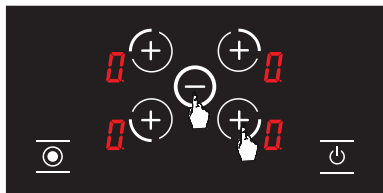

Рисунок 19
1. Одновременно нажмите кнопку выбора передней правой конфорки (0) и кнопку минуса (-) (см. Рис. 19), вы услышите короткий звуковой сигнал. Затем поднимите пальцы с панели управления плиты.